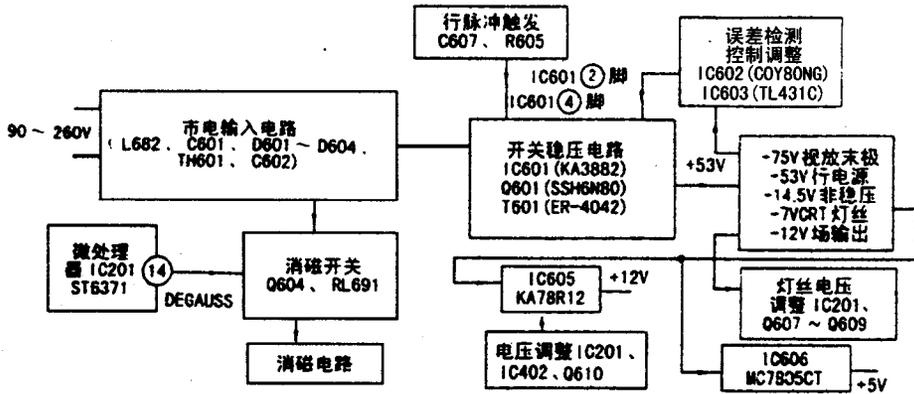

图 2 KA3882 在三星 CK-500 多频彩显电源电路方框图
(1) KA3882 在三星 CK-500 多频彩显电源电路方框图 (见图 2)